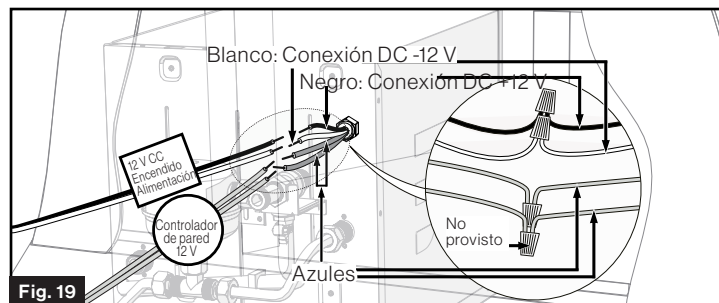

Fig. 19
2. Conecte los cables de alimentación (en la parte trasera del calentador de agua, cables blanco y negro) a la conexión de suministro de alimentación nominal 12 V DC apropiada. (Fig. 19)
3. Conecte los cables del controlador de pared (2 cables azules en el aparato). (Fig. 19)